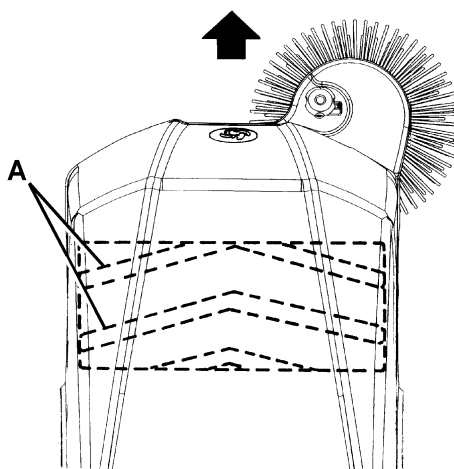

Рисунок 7
10. Необходимо установить новую основную щетку, причем ряды щетины (А, Рис.7) должны быть наклонены как показано на рисунке.